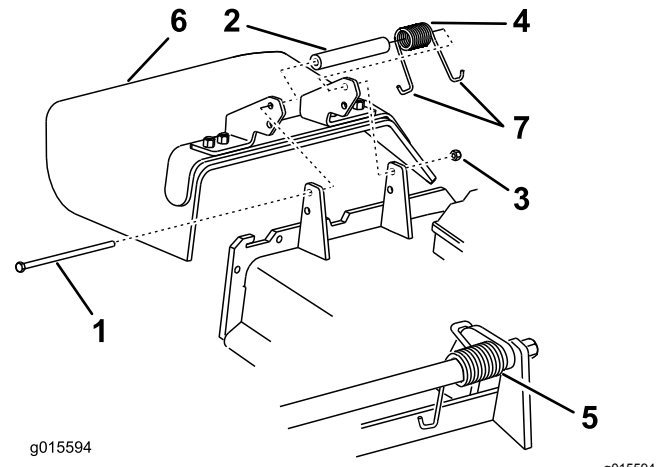

Figure 100
- Retirez le contre-écrou, le boulon, le ressort et l'entretoise qui fixent le déflecteur aux supports de pivot (Figure 100).
**Remarque:** Prenez soin de placer une extrémité en J du ressort derrière le bord du tablier avant de mettre le boulon en place, comme montré à la Figure 100.
- Remettez le boulon et l'écrou. Accrochez une extrémité en J du ressort au déflecteur d'herbe (Figure 100).